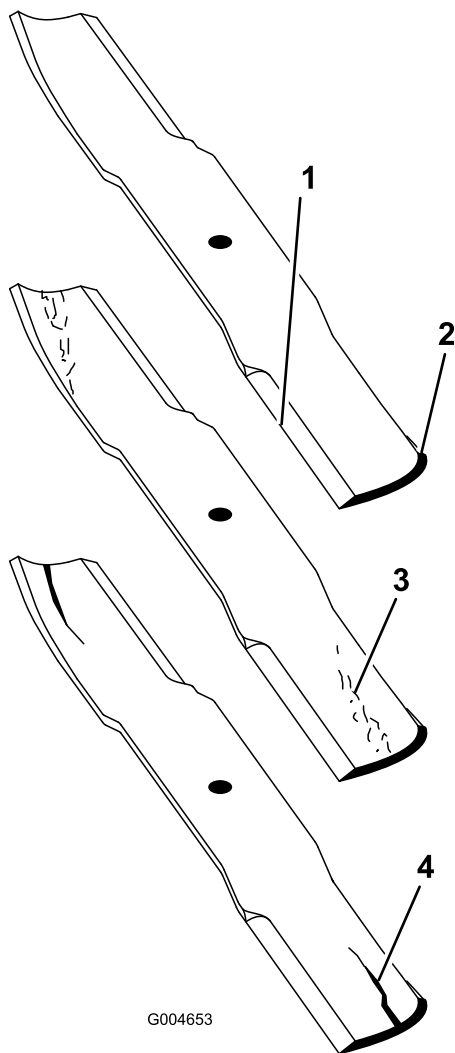

Figura 87
2. Verificate accuratamente i taglienti, con particolare attenzione ai punti d'incontro delle sezioni piatta e curva della lama (Figura 87). Sabbia e materiali abrasivi possono consumare il metallo che connette le sezioni piatta e curva della lama, per cui si consiglia di controllare la lama prima di usare il tosaerba. Se riscontrate segni di usura (Figura 87), sostituite la lama.
Se continuate ad usare la lama usurata, si forma una scanalatura tra la costa e la sezione piatta della lama (Figura 87). Alla fine, un pezzo di lama può staccarsi e venire lanciato dal sottoscocca, con il rischio di ferire gravemente voi o gli astanti.